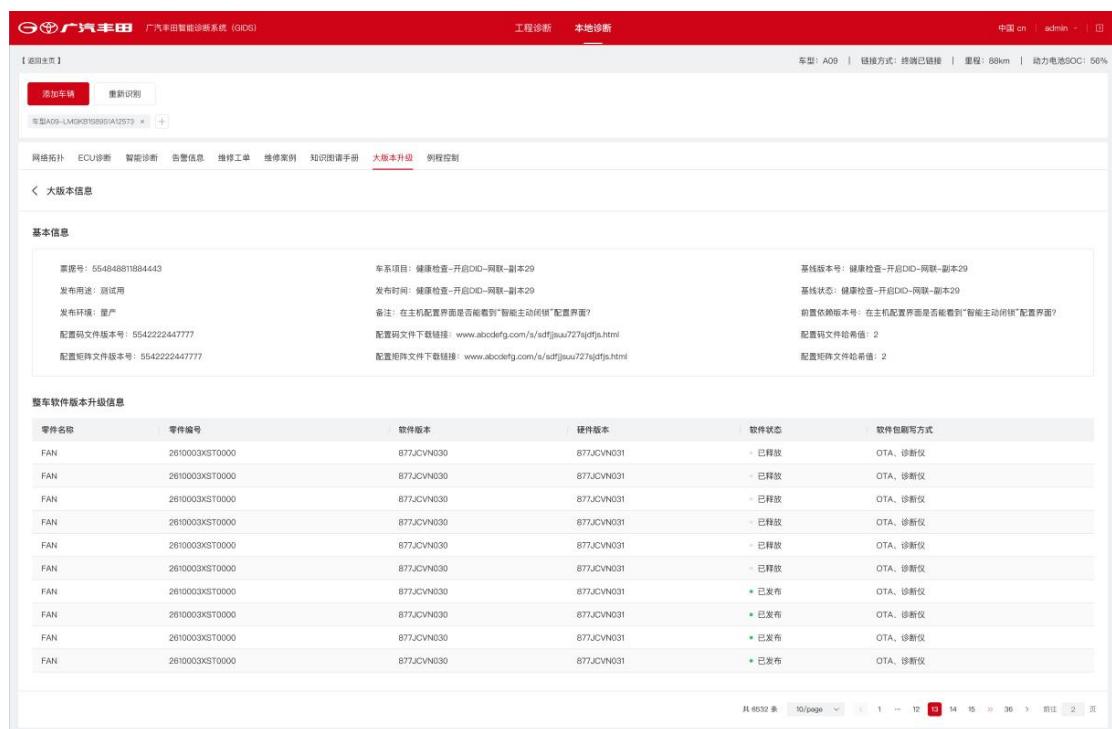

Рис. 6-2 Сведения о крупной версии
2. В списке крупных версий выберите сведения о версии для просмотра и нажмите «Сведения», как показано на Рис. 6-2 Сведения о крупной версии, чтобы отобразить основную информацию о крупной версии.